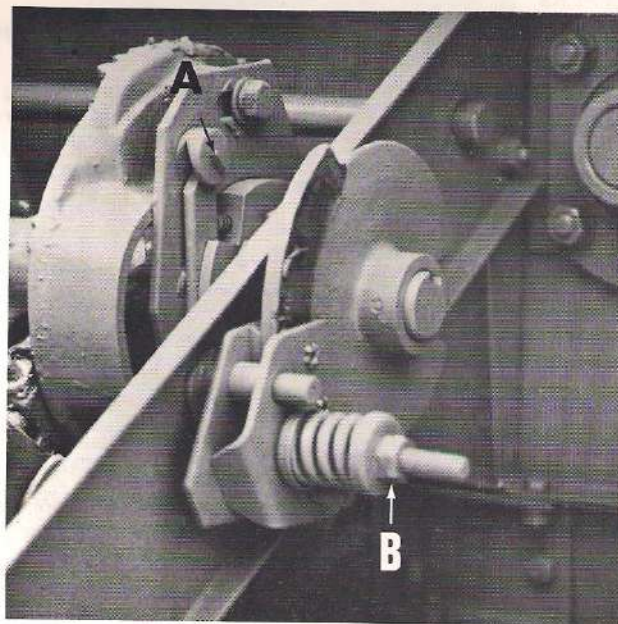
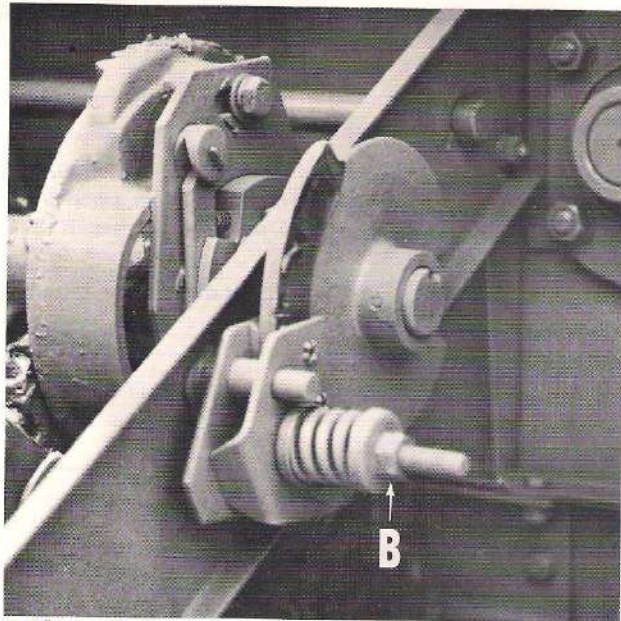
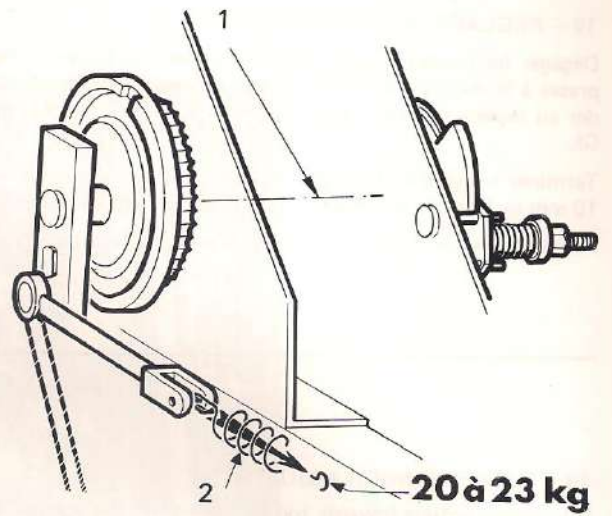

Fig. 48
Fig. 48
Fig. 49
16 – SEGURO DE LOS ANUDADORES (fig. 48)
- pasar otra clavija nueva y curvar sus extremidades (fig. 48 Rep. A)
Le double de patinage est 3 à 3,5 mk (vérifier à l'aide d'un peson fig. 49) l'écrou (Rep. B fig. 48) permet d'obtenir ce réglage en faisant varier la pression du ressort.
This brake holds the knotters in rest position. The strain is 3 to 3,5 mK (verify with a balance (fig. 49) screw (Rep. B fig. 48) allows to obtain this adjustment by variation of spring pressure.
Diese Bremse hält die Knüpferröhre in Ruhestellung. Das Bremsdrehmoment ist auf 3-3,5 mkg einzustellen (mit Federwaage prüfen (Abb. 49). Einstellung an Feder (B Abb. 48) vornehmen.
El par de deslizamiento es de 3 a 3,5 mk (averiguar con un dinamómetro (fig. 49). La tuerca (ref. B, fig. 48) permite obtener este ajuste haciendo variar la presión del muelle.